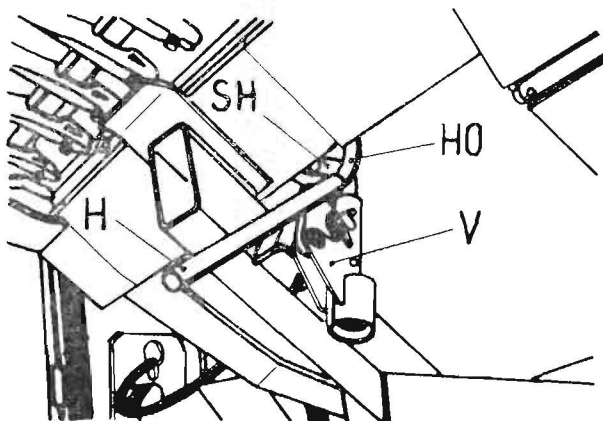

Bild 4/24
- d) Die Zugdeichsel (ZD) ist um etwa 90° zur Zugrichtung zu schwenken (Bild 4/25).